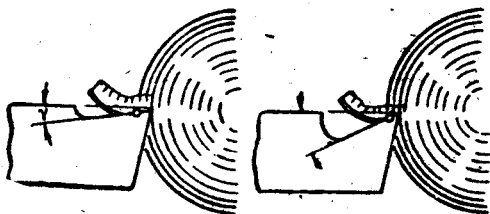

图5 前角大小与压力的关系。
**前角** 前角是刀具的一个主要角度，前角越大，刀具越容易切入金属里面，切屑越容易切下来，切削时耗费的功率也就少。但前角大了也有坏处，就是使刀尖部分的强度变弱，并且前角越大，切削时切屑的压力中心距刀尖越近（如图5），这样在刀尖地方就容易断碎和热量不易散出，刀具的寿命就降低。因为有色金属的强度比钢料的强度低，所以切削有色金属时刀具的前角要比切削钢料时刀具的前角稍大些。表2是加工有色金属时刀具前角的合理数值。